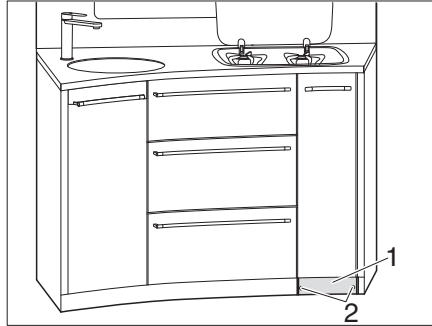

Fig. 118 Destornillar el zócalo
- Desatornillar 2 tornillos (Fig. 118,2) en el zócalo (Fig. 118,1).
- Retirar el zócalo (Fig. 118,1).